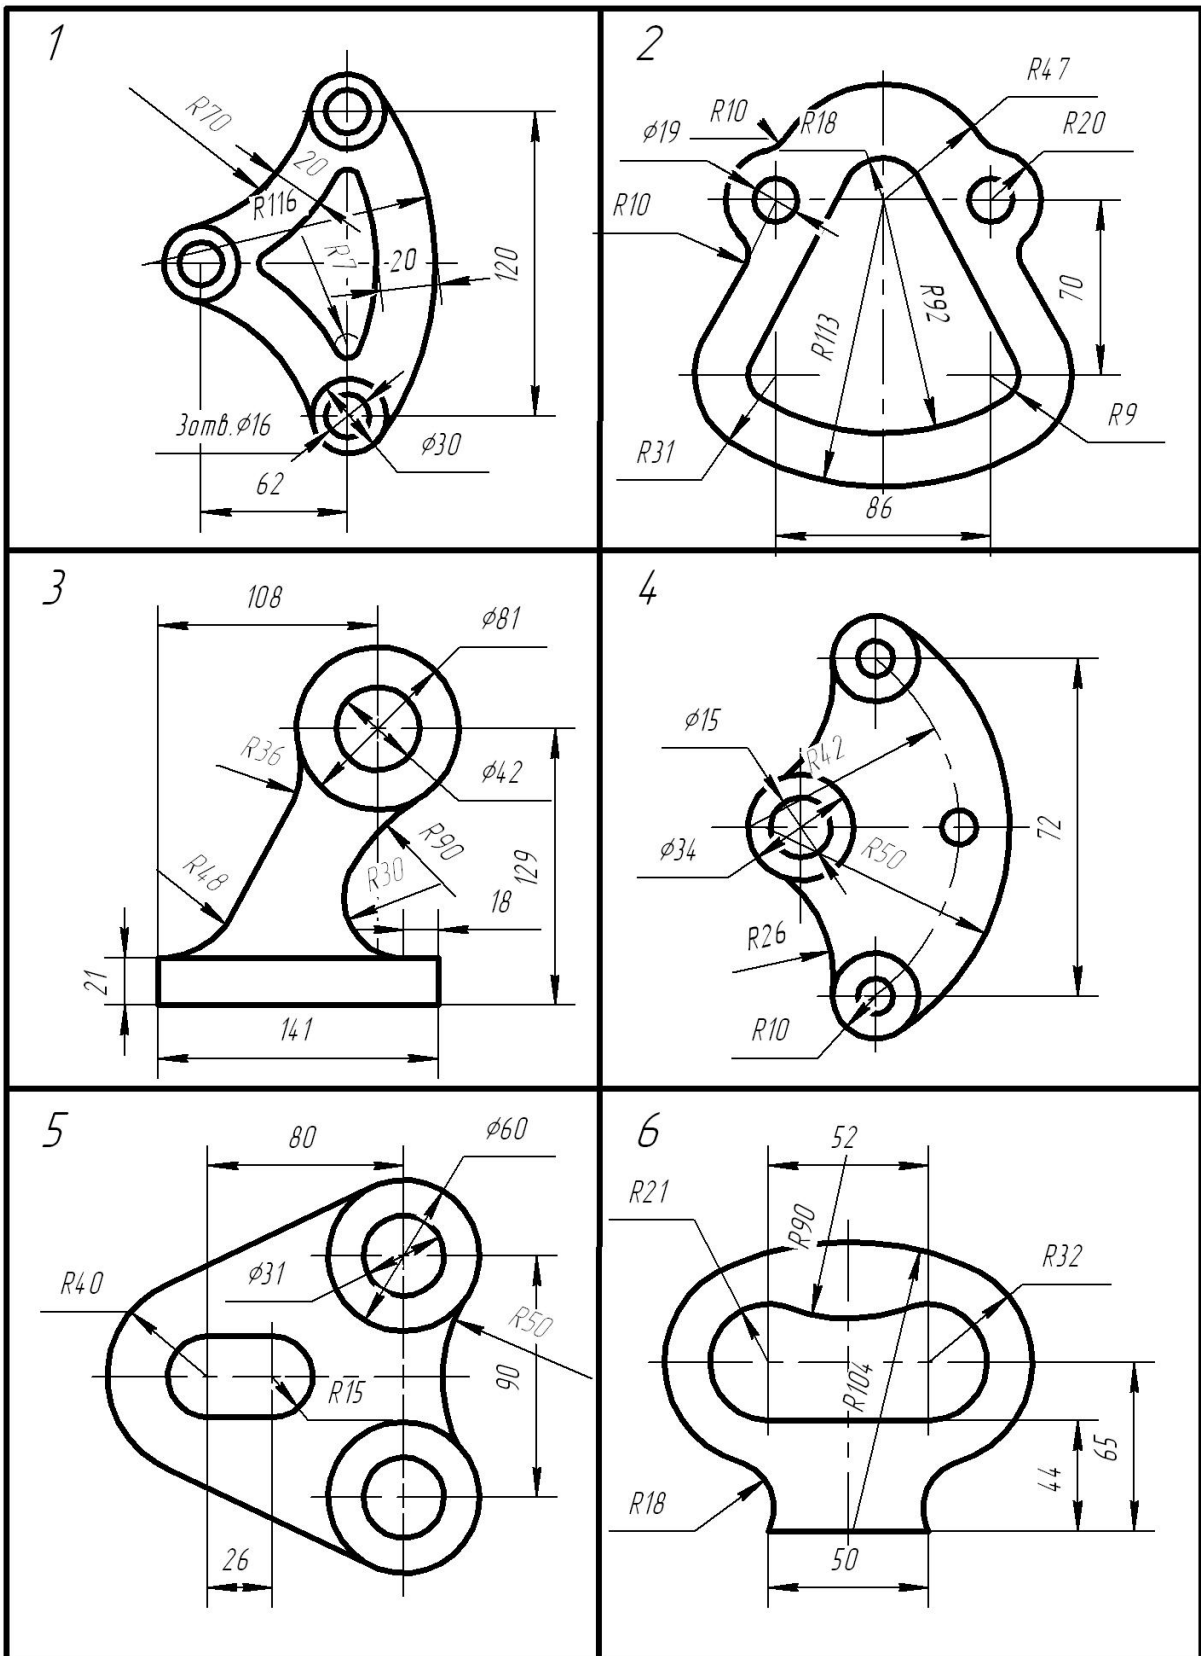

Рисунок 12 – Задания к листу 1-2. Варианты 1-6
**Порядок выполнения листа.** Образец выполнения листа I — 2 показан на рис. 14. Варианты контуров деталей студенты выбирают на рис. 12,13. Чертеж выполняется на листе формата A4 в следующем порядке: вначале на листе наметьте место для контура детали, затем выполните контур детали.